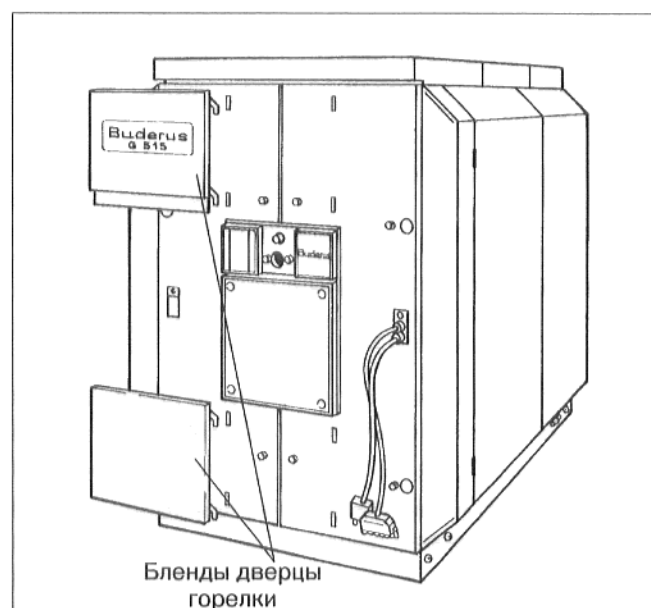

Рис. 46
- Зацепить бленды дверцы горелки за облицовку дверцы горелки (рис. 46).